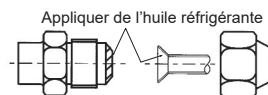

Fig. 7-2
(3) Appliquez de l'huile réfrigérante sur la surface évasée. (Fig. 7-2)